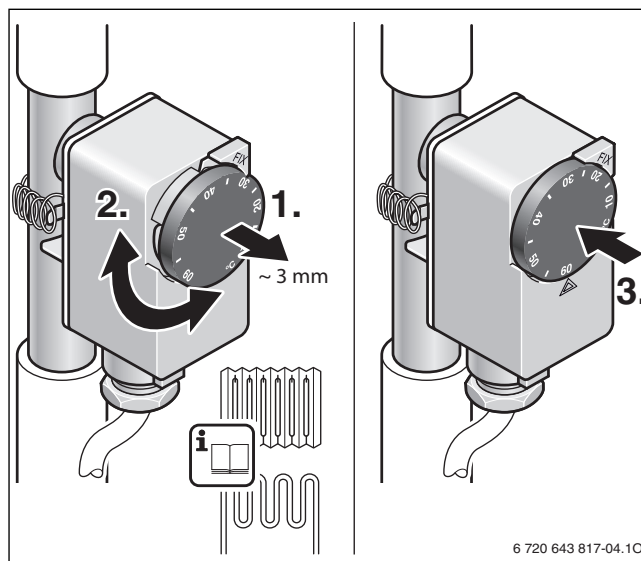

Fig. 21 Réglage de la température
- Régler la température d'arrêt du thermostat selon la détermination et la compatibilité de l'installation de chauffage (→ fig. 21). Veiller à ce que la température soit adaptée au revêtement du sol (plage de réglage : 10... 60 °C).